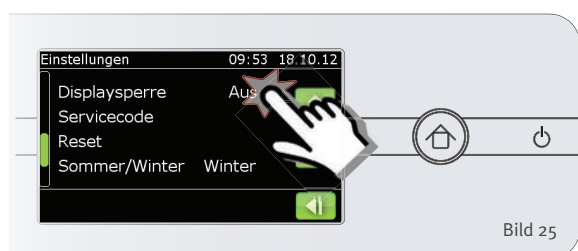

Bild 25
1. Wählen Sie im Hauptmenü Einstellungen → AUS / EIN neben Displaysperre, je nach Einstellung ändert sich der Text auf EIN oder auf AUS (Bild 25).